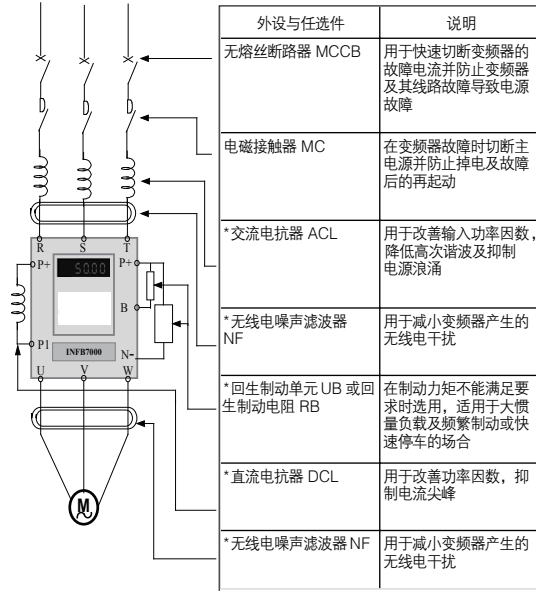

图 6-1 外围设备和任选项连接示意图
- 当电网容量远大于变频器容量或电源容量大于 1000KVA 时，或对改善电源功率因数要求较高时，需加装直流电抗器（如图 6-1 所示）。直流电抗器可与交流电抗器同时使用，对减小输入的高次谐波有明显效果。
在对防止无线电干扰要求较高及要求符合 CE、UL、CSA 标准的使用场合或变频器周围有抗干扰能力不足的设备等情况下，均应使用该滤波器。安装时应注意接线尽量缩短，滤波器亦应尽量靠近变频器或安装于机内（如图 6-1 所示）。
- 漏电保护器应设于变频器的输入侧，置于 MCCB(无熔丝断路器) 之后较为合适(如图 6-1 所示)。